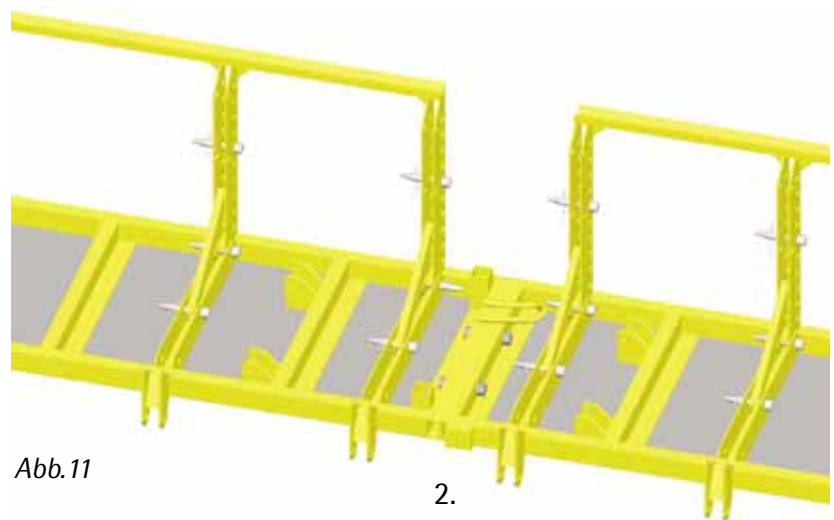

Abb. 11
2. Flügel (oder Flügel mit Aufstockwinkel) zusammenführen und die Ober- bzw. Unterteile mit zwei Aufstockschrauben je Rahmen verbinden (Abb. 11 u. 12). Der Transport erfolgt gemäß Abb. 14 auf Seite 11.